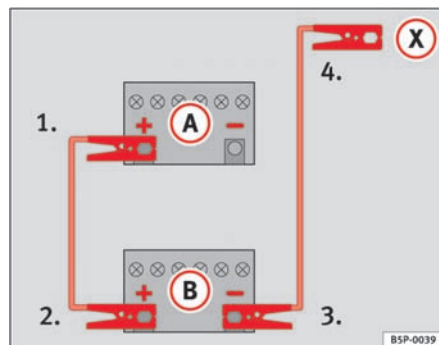

Fig. 148 Sådan skal startkablerne sættes på.
På ⇒ fig. 148 er (A) det afladede batteri og (B) det strømgevende batteri.
1. Forbind den ene ende af det røde startkabel til pluspolen ⇒ fig. 148 (+) i bilen med det afladede batteri ⇒ ⚠.
4. Forbind den anden ende af det sorte startkabel (X) til en massiv metaldele, der er skruet fast på motorblokken, eller på selve motorblokken i bilen med det afladede batteri. Forbind det ikke til et sted nær batteriet ⇒ ⚠.